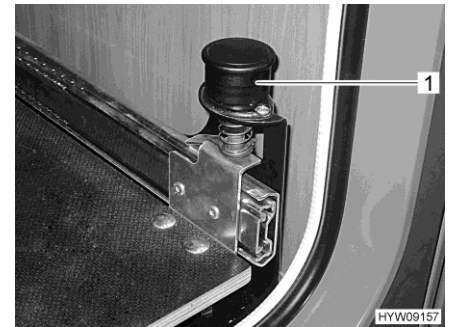

Bild 90 Knauf mit Arretierung
- Knauf (Bild 90,1) nach oben ziehen. Der Gaskastenauszug ist entriegelt.